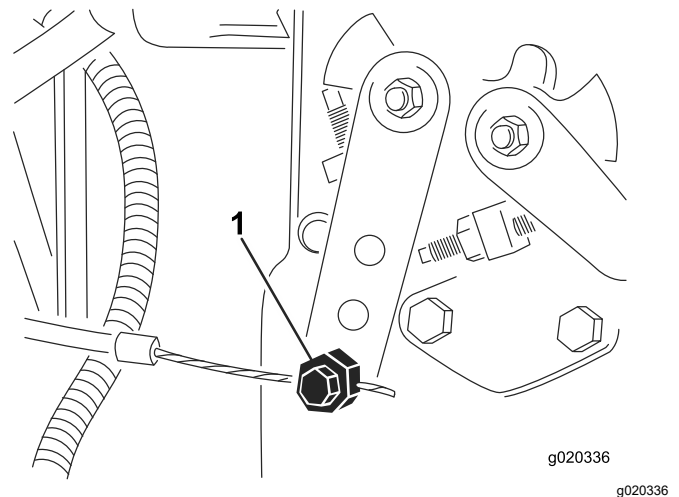

Bild 75
3. Lockern Sie den Anschluss des Bowdenzugs am Arm der Einspritzpumpe (Bild 75).